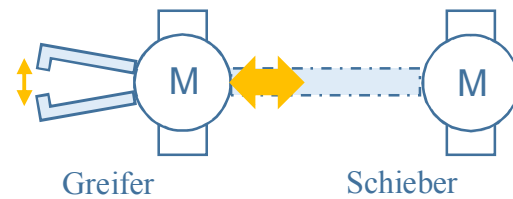

Abb. 6: Schema der Vorschub-Maschine
Es gibt einen motorbetriebenen Greifer, der die zu schiebende Stange festhalten oder loslassen kann. Dieser Greifer kann von einem zweiten Motor in Schubrichtung vor und zurück geschoben werden. Ein Schub nach links in Abb. 6/7 verläuft dann so:
1. Der Greifer liegt „hinten“ (in Abb. 6/7 wäre das also rechts, wenn die Stange nach links geschoben werden soll). Der Greifer packt zu und hält die zu schiebende Stange fest.
2. Der Schieber schiebt den Greifer nach „vorne“ (in Abb. 6/7 also nach links). Da der Greifer die Stange gerade festhält, wird die Stange also mit geschoben.